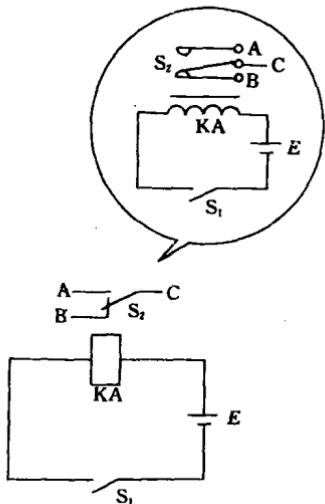
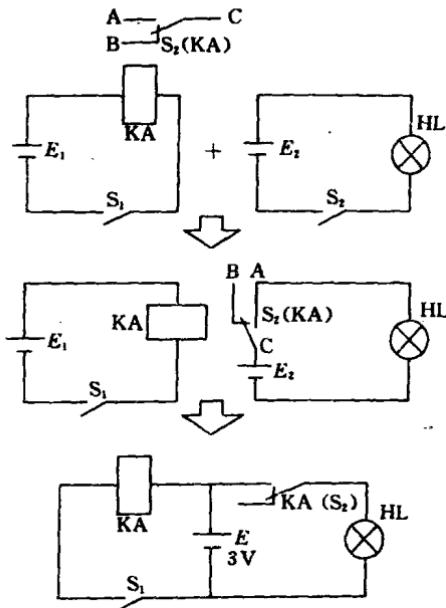

图 1-2-1 简单发报机电路
图 1-2-2 用一个线路控制另一个线路
- (1) 按图 1-2-1 所示连接电路。
- (2) 按下按键时听到了什么? 键按下不动时,能听到声音吗? 释放按键时又听到了什么?
(1) 将图 1-2-1 所示电路与图 1-1-1 所示电路用继电器联系起来, 其原理图可整理如图 1-2-2 所示。
(2) 按下按键, 观察继电器是否动作, 灯泡是否发亮。分析继电器在电路中起什么作用?
2. 如果继电器的动触点总是不动作, 或图 1-2-2 电路中灯泡不亮, 可能发生的故障有哪些?